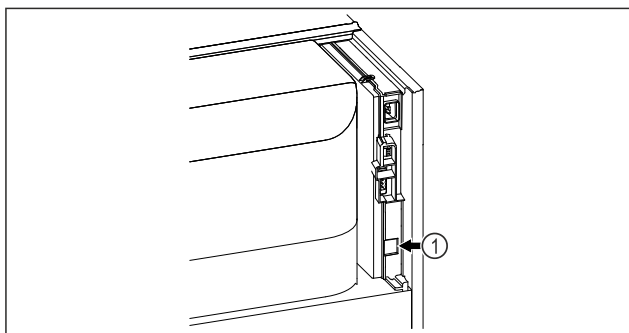

Fig. 131
- ❑ Se utiliza SmartModule *Fig. 131 (1)*.